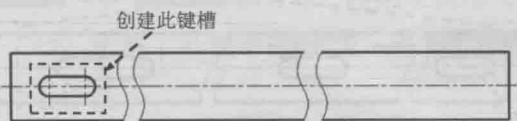
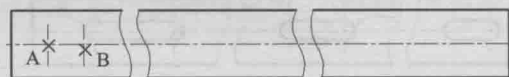
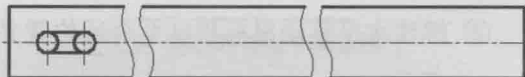

图 1.1.8 键槽
图 1.1.9 创建两条垂直中心线
图 1.1.11 绘制两条水平直线
Step6. 创建图 1.1.8 所示的键槽。
(1) 将图层切换至“中心线层”, 确认状态栏中的“正交”按钮  处于激活状态。
(2) 绘制垂直中心线。选择下拉菜单 **绘图(D)** → **直线(L)** 命令, 在命令行中输入命令 FROM 并按 Enter 键, 选取水平中心线与最左端直线的交点为基点, 水平移动鼠标指针, 输入直线起点的相对坐标值 (@31,15) 并按 Enter 键, 向下移动鼠标指针, 输入数值 30 后按两次 Enter 键。
(3) 偏移垂直中心线。选择下拉菜单 **修改(M)** → **偏移(S)** 命令, 在命令行中输入数值 29 并按 Enter 键, 选取步骤 (2) 所绘制的垂直中心线为偏移对象, 在其右侧的空白区域单击, 以确定偏移方向, 按 Enter 键结束命令, 结果如图 1.1.9 所示。
① 选择下拉菜单 **绘图(D)** → **圆(C)** → **圆心、直径(D)** 命令, 选取图 1.1.9 所示的点 A 为圆心, 输入直径值 16 后按 Enter 键。
② 按 Enter 键以重复执行圆的绘制命令, 选取图 1.1.9 中的点 B 为圆心, 输入半径值 8 后按 Enter 键。
(6) 绘制图 1.1.11 所示的两条水平直线。
① 选择下拉菜单 **绘图(D)** → **直线(L)** 命令,分别选取两圆的上半圆与垂直中心线的交点,按 Enter 键结束直线的绘制。
② 按 Enter 键以重复执行绘制直线命令,分别选取两圆的下半圆与垂直中心线的交点,按 Enter 键结束命令。
(7) 修剪图形。选择下拉菜单 **修改(M)** → **修剪(T)** 命令,对图 1.1.11 所示的图形进行修剪,修剪后的结果如图 1.1.8 所示。